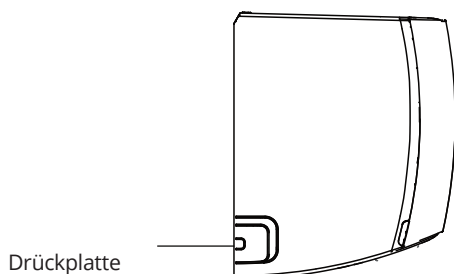

Abb. 3.3
2. Wenn sich das Loch hinter dem Gerät befindet, lassen Sie die Drückplatte an Ort und Stelle. Wenn sich das Loch seitlich am Innengerät befindet, entfernen Sie die Kunststoffdrückplatte auf dieser Seite des Geräts. (siehe **Abb. 3.3**). Dadurch entsteht eine Öffnung, durch die die Leitungen aus dem Gerät austreten können. Sollten Sie Schwierigkeiten haben, die Kunststoffplatte zu entfernen, verwenden Sie eine Flachzange.